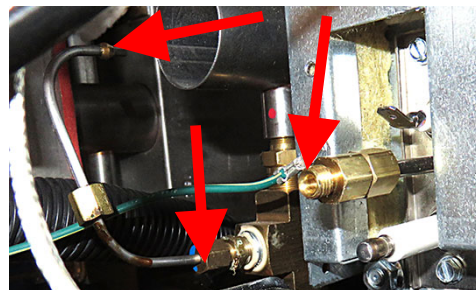

図 25
31. ガス濃縮チューブを外し、もう一方の端を緩めて点火器の経路から外します（図 25 を参照）。